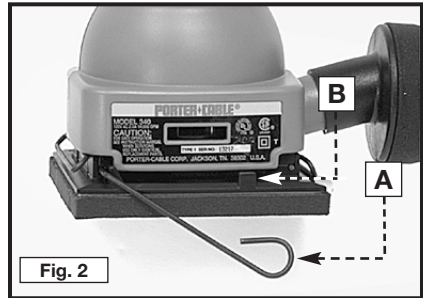

Fig. 2
1. Ouvrez la pince à papier en levant le levier (A), Fig. 2, pour le dégager de la patte de blocage (B).